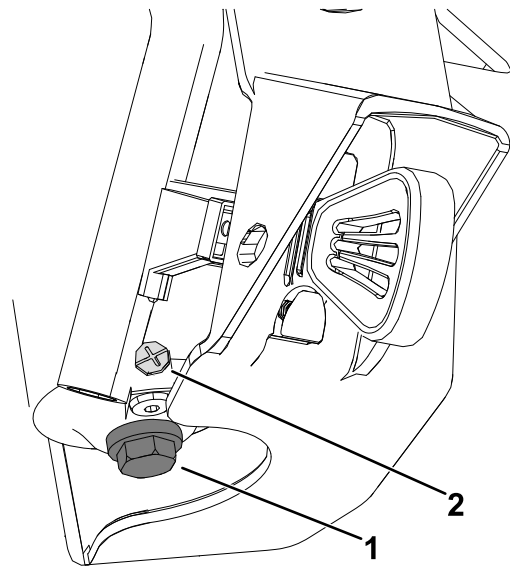

Figure 29
- B. Dévissez, mais ne retirez pas, la petite vis sur le côté de la cuve du carburateur (Figure 29) jusqu'à ce que le carburant commence à s'écouler par le carburateur.